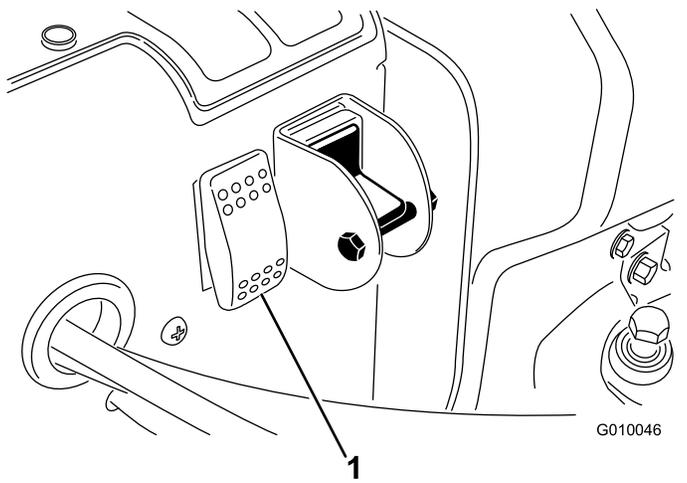

Bild 30
2. Betätigen Sie den System-Reset-Schalter (Bild 30).